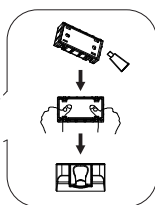

Abbildung 4
- b) Suchen Sie eine geeignete Position für den Handbrausekopf. Verwenden Sie den Kleber zum Befestigen. Lassen Sie den Kleber 24 Stunden lang vollständig trocknen, bevor Sie ihn verwenden (Abbildung 4).